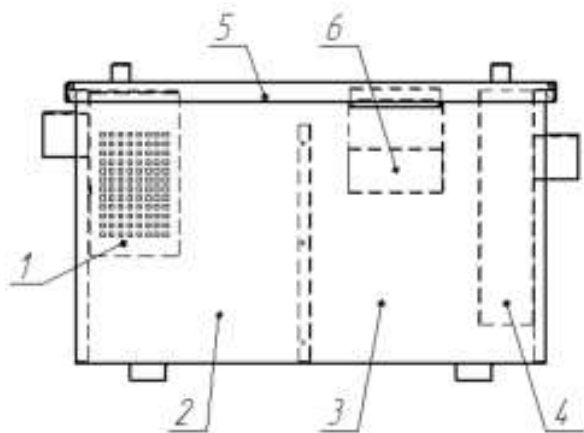

Рис. 1
Загрязненные стоки поступают в жируловитель самотеком. Внутри устройства происходит осаждение некоторых взвешенных частиц, а также подъем жира на поверхность. Сточные воды с жирами проходят через съемный перфорированный лоток (1) (рис. 1), где происходит отделение крупных частиц. В первой камере (2) происходит осаждение взвешенных веществ и гравитационное отделение жиров на поверхность. Предварительно очищенные таким образом стоки поступают на вторую ступень очистки, где происходит дальнейшее отделение жиров (3) и отвод очищенных стоков в канализационную систему (4). Слой жирослама собирается на поверхности вод в обеих камерах и в последствии удаляется из жируловителя скребком в специальную тару.